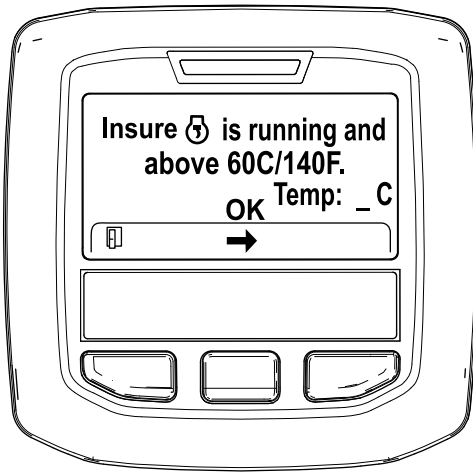

Figura 46
5. Se la temperatura del refrigerante è inferiore a 60°C, viene visualizzato il messaggio "Assicurarsi che  sia in funzione e sopra 60C". (Figura 46).